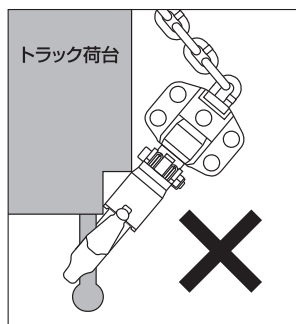

図13
③7 トラックのロープフック部にフックを掛け荷締めしたとき、フックの首部に負担（首折れになります）がかかる掛け方はしないでください。（フックに横曲げの力が加わる方法で使用しないこと）図13